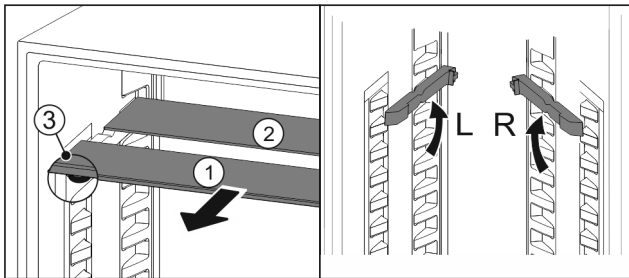

Fig. 131
- ▶ Extrageți Fig. 131 (1) pe rând plăcile de sticlă spre înainte.
- ▷ Placa de sticlă Fig. 131 (1) cu șipca decorativă se află în față.
- ▷ Opritoarele Fig. 131 (3) indică în jos.